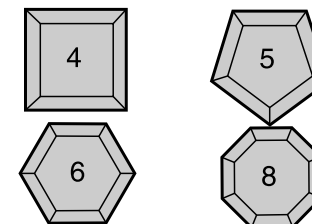

FIG 27
- F. Pour des joints autres qu'à angle de 90°, voir la colonne de la surface de contact extérieure à la figure 27 pour choisir le réglage approprié pour l'angle.
- G. Pour des joints autres qu'à angle de 90°, voir la colonne de la surface de contact intérieure à la figure 27 pour choisir le réglage approprié pour l'angle.